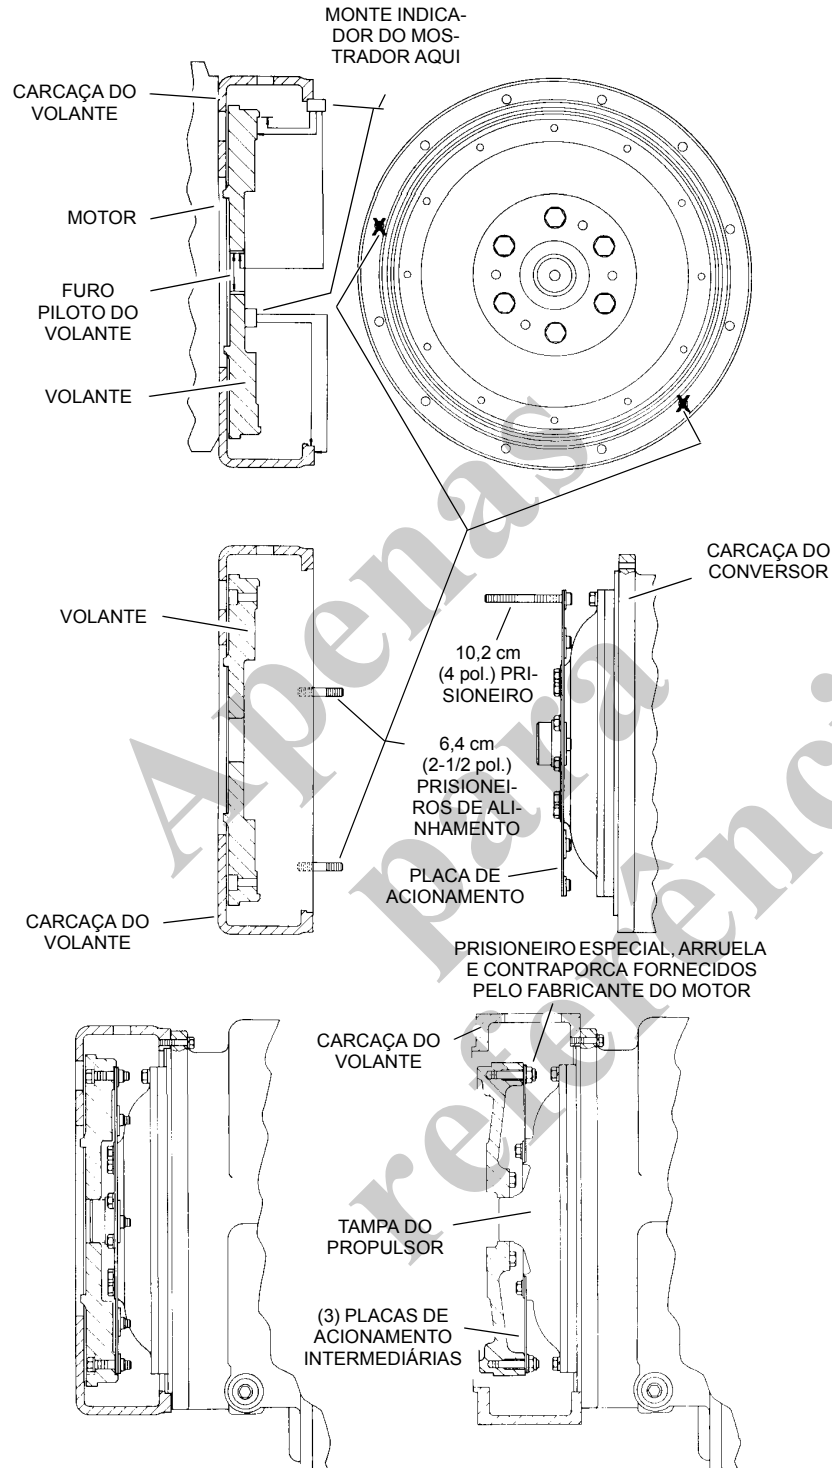

FIGURA 7-11
4. Remova todas as rebarbas da face de montagem do volante e do furo piloto da extremidade. Limpe a superfície da placa de acionamento com solvente (Figura 7-11).